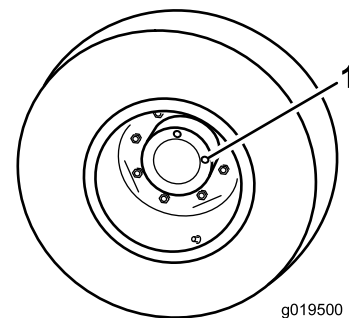

Figure 15
1. Amenez la machine sur une surface plane et horizontale, tournez la roue de sorte qu'un bouchon de contrôle (Figure 15) soit à la position 12 heures et l'autre à la position 3 heures.
1. Bouchon de contrôle/vidange (2)
2. Retirez le bouchon qui est à la position 3 heures (Figure 15). Le niveau d'huile doit atteindre le bas de l'orifice de contrôle.